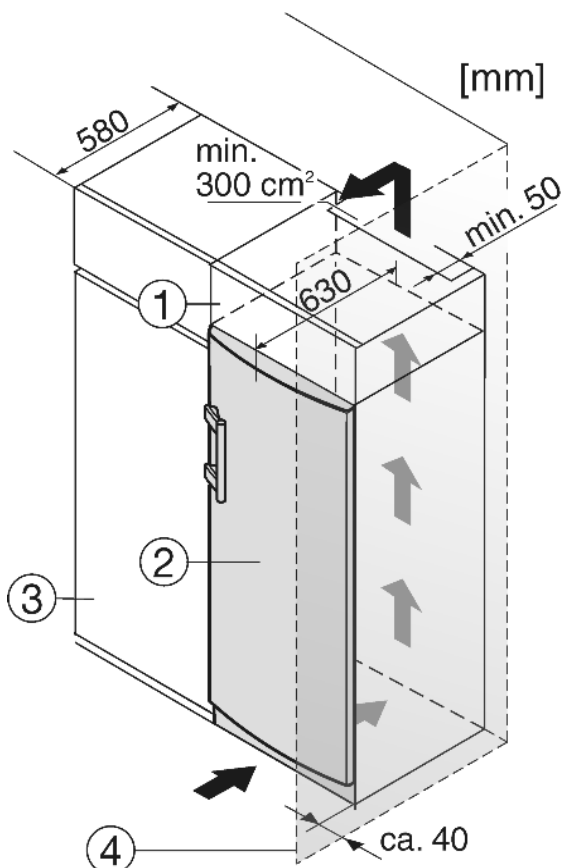

Fig. 9
- (1) Дополнительный шкафчик (3) Кухонный шкаф
(2) Устройство (4) Стенка
Устройство может быть окружено предметами кухонной обстановки. Чтобы уравнять устройство Fig. 9 (2) по высоте с кухонной стенкой, можно установить над устройством соответствующий дополнительный шкафчик Fig. 9 (1).
При комбинировании с обычными кухонными шкафами (глубина макс. 580 мм) устройство можно установить непосредственно рядом с кухонным шкафом Fig. 9 (3). Дверь устройства выступает по сторонам на 34 мм и по центру устройства на 50 мм относительно передней стенки кухонного шкафа. Поэтому ее можно свободно открывать и закрывать.
Если устройство установлено на шарнирах у стены Fig. 9 (4), то расстояние между устройством и стеной должно быть не менее 40 мм. Настолько выступает ручка при открытой дверце.